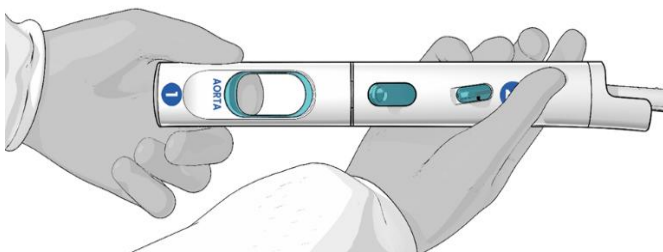
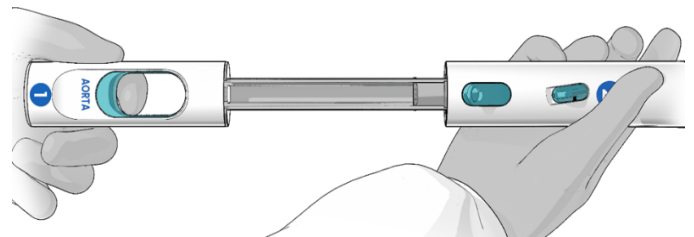
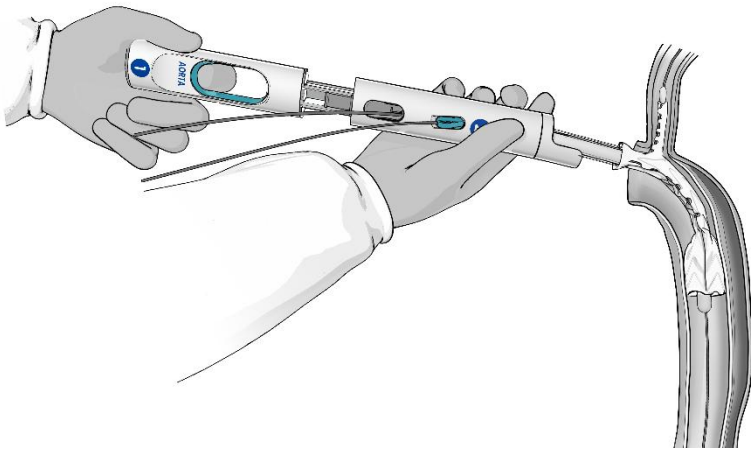

Figura 11A. Tirare il grilletto aortico
Figura 11B. Ritirare l'impugnatura fino all'arresto
Figura 12. Espansione dell'impianto Arcevo™ LSA nell'aorta sezionata dopo il posizionamento
11.4.3 Espandere l'endoprotesi tirando prima il grilletto (**Figura 11A**) e ritirando successivamente l'impugnatura (**Figura 11B**) fino al blocco del sistema di rilascio per aprire l'involucro ed espandere l'endoprotesi (**Figura 12**).